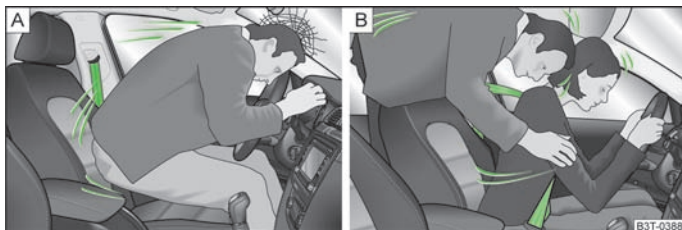

Fig. 78 Fører uden spændt sikkerhedssæle / Bagsædepassager uden spændt sikkerhedssæle
Når sikkerhedsselerne er spændt korrekt, sørger de for, at personerne i bilen sidder korrekt » Fig. 78.
I tilfælde af en frontalkollision bliver personer i bilen, der ikke har spændt sikkerhedsselen, kastet fremad og rammer ukontrolleret forskellige dele i kabinen, fx rattet, instrumentpanelet eller forruden » Fig. 78 – [A]. De kan endda risikere at blive slynget ud af bilen, hvilket kan medføre livsfarlige eller i værste fald dødelige kvæstelser.
■ Det er også vigtigt, at bagsædepassagererne spænder sikkerhedsselen, da de i tilfælde af en ulykke ellers bliver slynget ukontrolleret rundt i bilen. En passager på bagsædet, der ikke har spændt sikkerhedsselen, er således ikke kun til fare for sig selv, men også for dem, der sidder foran » Fig. 78 – [B]. ■